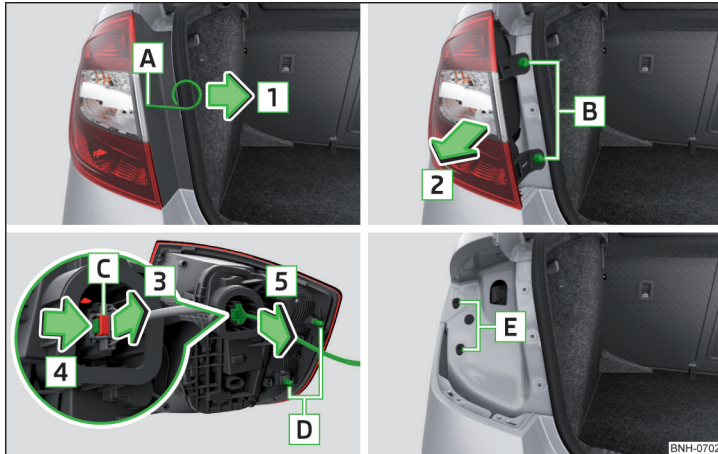

Abb. 276 Leuchte ausbauen / Stecker abziehen
- › In die Öffnung **A** » Abb. 276 den Bügel zum Abziehen der Radvollblenden einführen.
- › Die Leuchte mit den Zapfen **D** in die Aufnahmen **E** in der Karosserie einsetzen » Abb. 276.